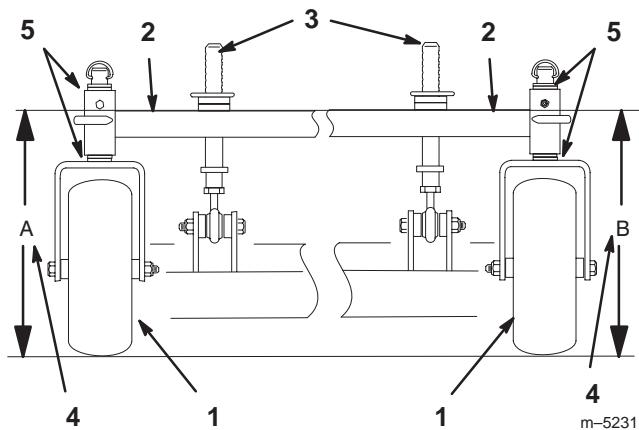

Bild 48
3. Messen Sie die Höhe des Chassisrahmens an Stelle "A" (Bild 48).
4. Messen Sie die Höhe des Chassisrahmens an Stelle "B" (Bild 48).